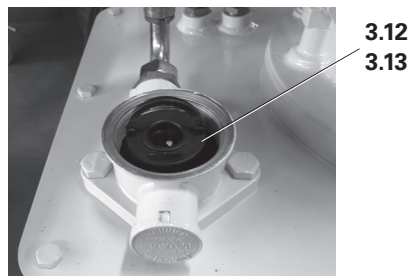

Fig. E1.04
2. Estrarre la parte inferiore dell'alloggiamento (3.13) compreso l'elemento filtrante (3.12) dall'elemento di testa. (Fig. E1.04)